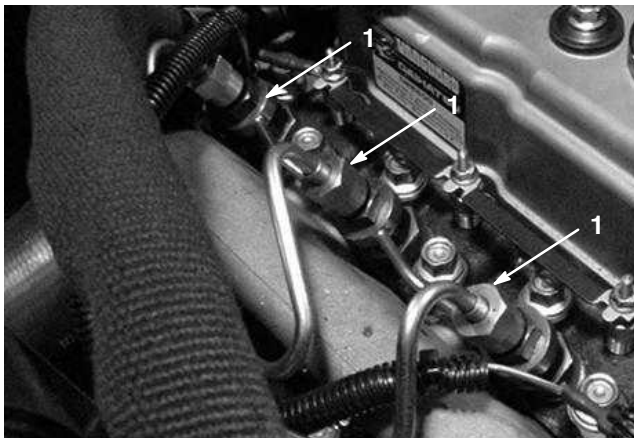

Figure 55
1. Desserrez le raccord entre l'injecteur N° 1 et le porte-injecteurs (Fig. 55).